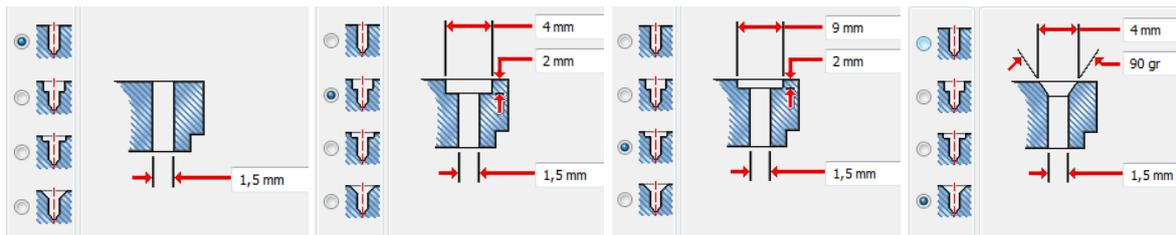

Ilustración 131. Tipos de agujero: taladro, escariado, refrentado y avellanado. Comando agujero. Modificar.
- Para definir el diámetro y la profundidad, nos ayudaremos de los esquemas en función del tipo de agujero seleccionado. En la *Ilustración 131* se muestran los diferentes tipos de agujeros existentes.